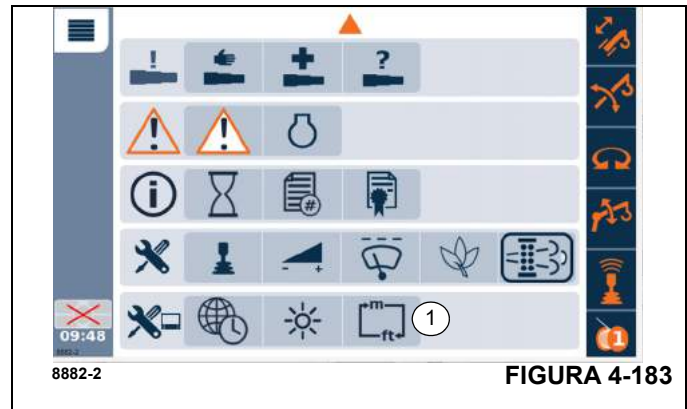

FIGURA 4-183
- Abra el menú de conmutación de unidades (1), (Figura 4-183).